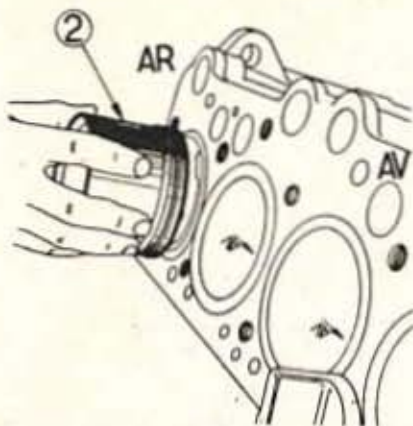
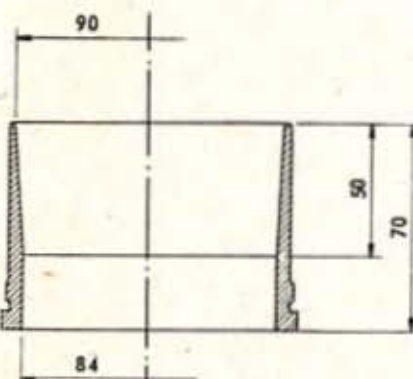

Fig. 6. — Introduction dans la chemise d'un ensemble bielle-piston monté
Fig. 7. — Plan coté d'exécution d'une bague de montage n° 0.0103
• 9° Introduire, par le haut, les ensembles bielle-piston, à l'aide d'une bague de montage (2) n° 0.0103 (fig. 6) à confectionner suivant le dessin coté (fig. 7).